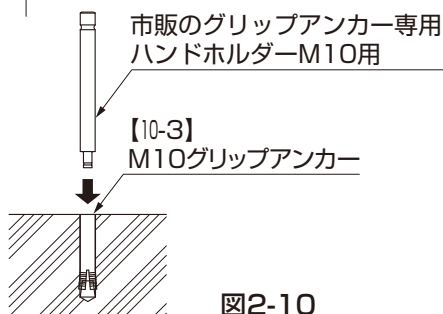

図2-10
③ 【10-3】を軽く叩いて挿入し、市販のグリップアンカー専用ハンドホルダーを使用して、手ごたえが変わるまでハンマーで打ち込んでください。(図 2-10 参照)